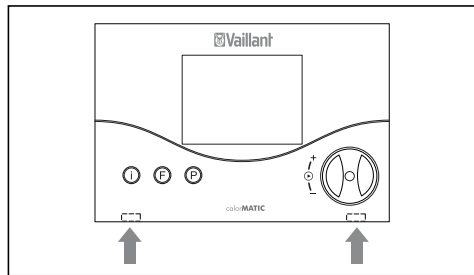

Fig. 4.1 Sblocco dei gancetti a scatto
- Premere i gancetti a scatto lateralmente con un cacciavite (Fig. 4.1) e tirare la centralina di termoregolazione in avanti.